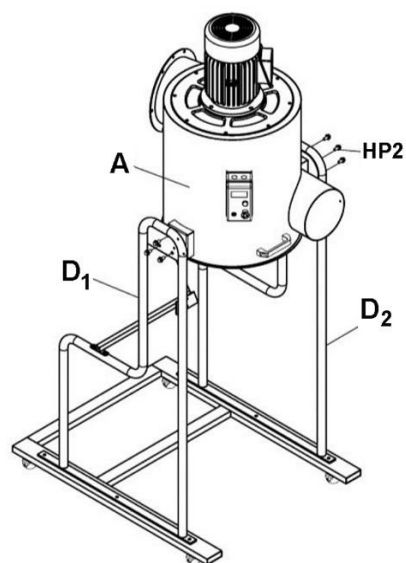

Figure 5
5. Levez le boîtier principal (A) à l'aide d'un palan avec des courroies via les anneaux de levage au-dessus du boîtier principal. Si le palan n'est pas disponible, **2 personnes** au moins doivent lever le boîtier.
6. Positionnez le boîtier principal (A) entre les montants gauche et droit (D1, D2) et sécurisez avec les écrous à bride (HP2). Voir la Figure 5.